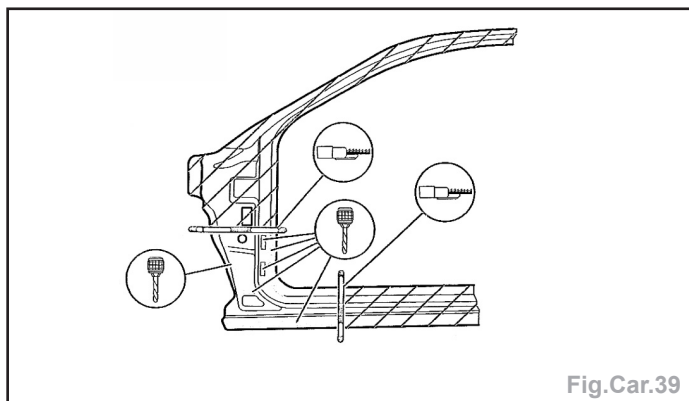

Fig.Car.39
- Découper, préparer et percer au $\varnothing 7$ mm la pièce neuve pour le soudage par bouchonnage (Fig.Car.39).